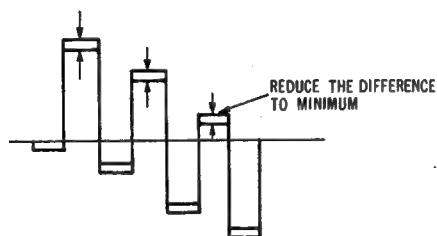

Figure 21 Abb. 21
8. T604 so justieren, dass die Abweichung der zwei Wellenformen Min. ist. (Vgl. Abb. 21)